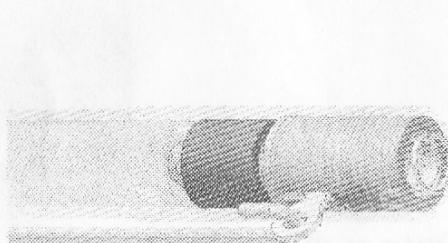

Рис. 13
9. Вставить пружину (рис. 13).